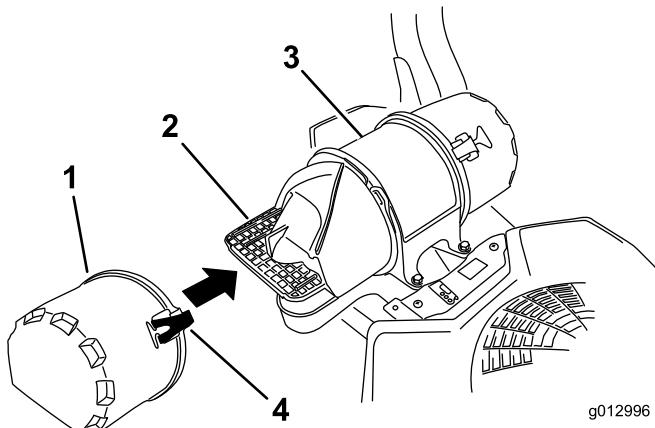

Figura 43
3. Abra los cierres del limpiador de aire y tire de la tapa de la entrada de aire para separarla del cuerpo del limpiador de aire (Figura 43).
5. Instale la tapa del limpiador de aire y sujetela con los enganches (Figura 43).